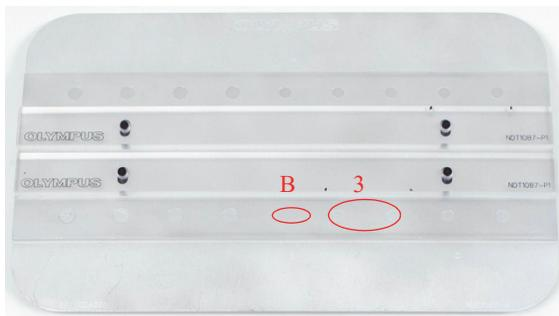

图 5-127 标准试块的位置 3
21. 将探头放置在标准试块的位置 3 上 (参见第 202 页的图 5-127), 然后按自动提离 / 平衡键 (⊕/⊖)。